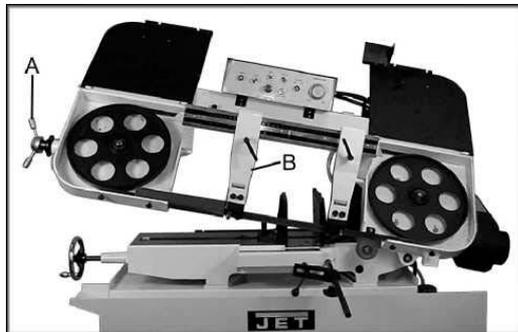

Рис. 9
4. Ослабьте натяжение ремня, вращая маховик регулировки натяжения (А, Рис. 9) против часовой стрелки.
5. Ослабьте стопорную ручку и переместите опору подшипникового узла (В, Рис. 9) насколько возможно вправо.